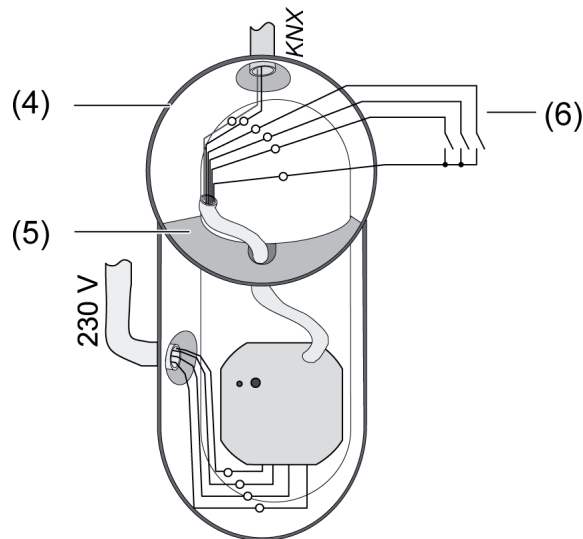

Figura 5
**Non collegare i morsetti bus/controllo esterno e quelli della tensione di rete in uno spazio di collegamento comune. Utilizzare una scatola apparecchi con parete divisoria fissa (figura 5) oppure scatole separate.**